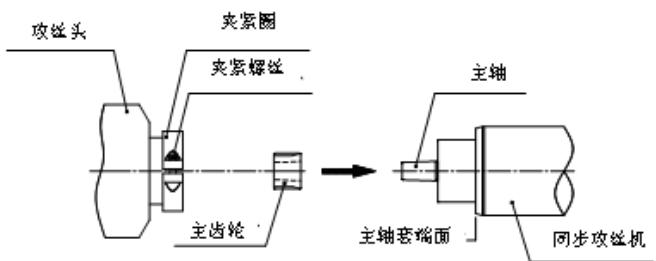
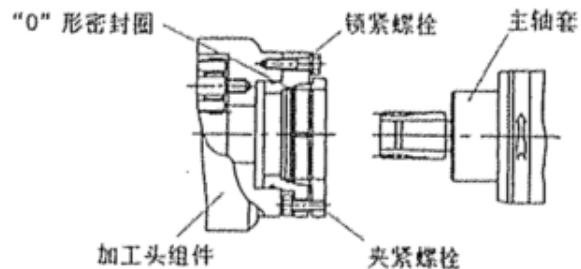

图 7-2-1
图 7-2-2
(2) 如果安装的是抱固型攻丝头，请参照图 7-2-1，拧松锁紧圈的锁紧螺丝直至攻丝头的机体碰到主轴套的端面之后再完全压入。如果安装的是法兰型攻丝头请参照图 7-2-2，拧松夹紧螺栓，将攻丝头机体组装在主轴套上，因为在法兰内装有密封圈，装上主轴套时有阻力，请插入到主轴套端面与法兰端面接触为止。
(3) 如果安装的是抱固型攻丝头，请参照图 7-2-1，拧紧锁紧螺丝，将攻丝头固定在主轴套上。如果安装的是法兰型攻丝头请参照图 7-2-2，按照规定的扭矩均匀拧紧 3 根夹紧螺栓。